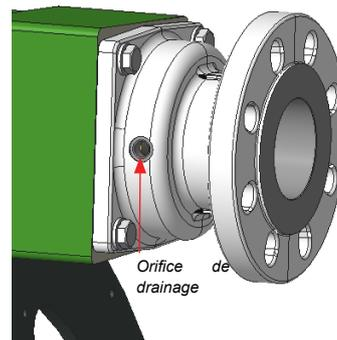

Figure 12. - Orifice de vidange sans bride
8. Assurez-vous que seul le tuyau peut être vu à travers l'orifice de vidange sur la bride de l'orifice (Figure 12).